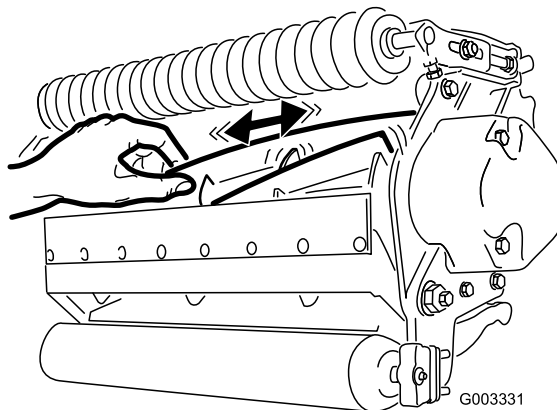

図 31
2. ボロ布を厚く巻くか丈夫なパッドのついた手袋をして、カッティングユニットの刃の部分をつかみ、リールを左右に揺すってガタがあるかどうかを調べる（図 31）。